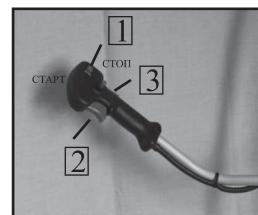

рис.8
а) Переведите выключатель зажигания 1 (рис.8) в положение “СТАРТ”;
7.2.1 Отпустите рычаг управления дроссельной заслонкой 3 (рис.8).
7.2.2 Переведите выключатель зажигания 1 (рис.8) в положение “СТОП”
8.2.2 Снимите крышку воздушного фильтра 1 (рис.8), аккуратно потянуть её на себя. Извлеките поролоновый воздушный фильтр 2 (рис.14).